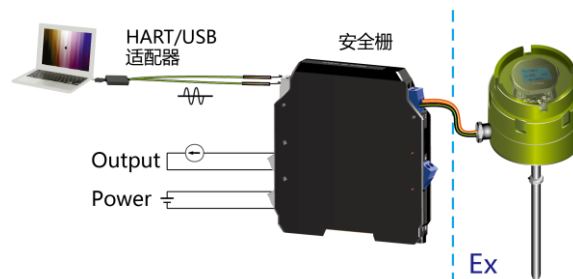

图 4 防爆环境 HART 设置
- 系统应用时, 也可以通过适配器在连接输出和电源的接线端子排, 对 MT182 进行组态设置。在防爆环境, MT182 必须加装经认证的隔爆外壳; 设置连接如图 4。在本安环境, 适配器应在安全区, 通过安全栅对 MT182 连接组态。